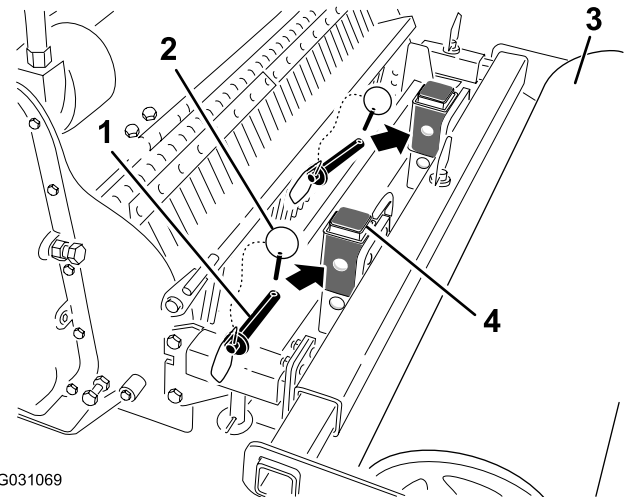

Figura 7
3. Rimuovete i perni conici dai montanti di fissaggio della lama livellatrice (Figura 7).